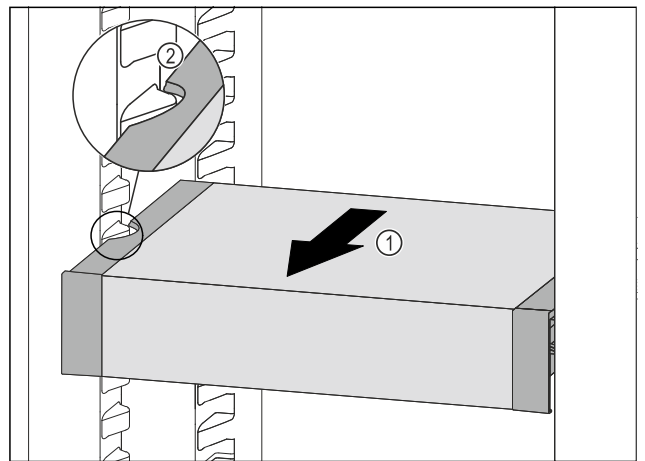

Fig. 138
- Tirare VarioSafe in avanti Fig. 138 (1) fino a quando le cavità laterali di VarioSafe non si trovano al livello della nervatura del contenitore nel vano frigorifero. Fig. 138 (2)